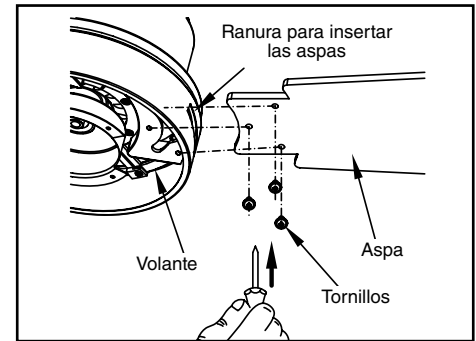

Figura 11
1. Inserta el asa en la abertura del centro del volante, alinea los tres orificios para tornillo en el asa con sus correspondientes en el volante y asegura con los tornillos incluidos. (Figura 11)